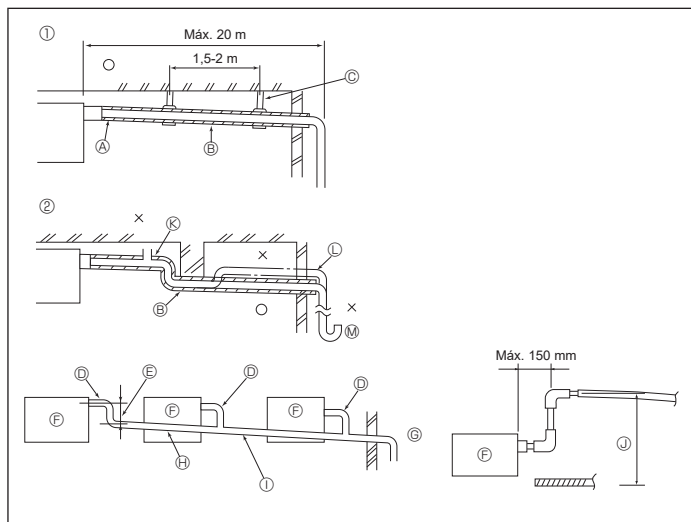

Fig. 6-1
6.1. Trabalho de tubagem de drenagem (Fig. 6-1)